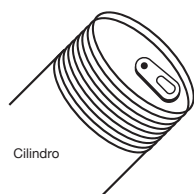

Figura 4
4. Empuje el cartucho de grasa dentro del cilindro hasta que el borde de su lengüeta retirable toque el reborde del cilindro (vea la Figura 4). Después quite el sella de lengüeta retirable del extremo de cartucho de grasa.